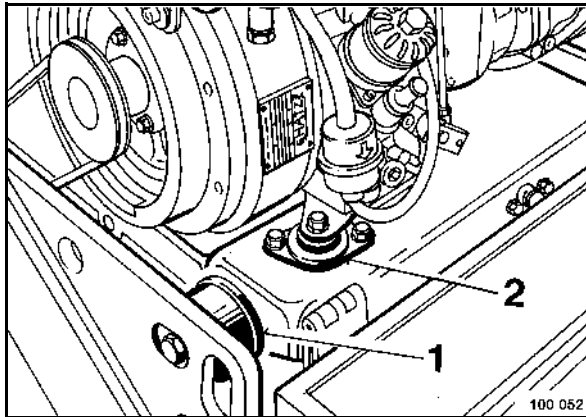

fig. 76
- Vérifier la fixation et l'état de tous les tampons en caoutchouc 1 (fig. 76) entre le haut de la machine et le cadre et le moteur (2), si nécessaire les remplacer immédiatement.